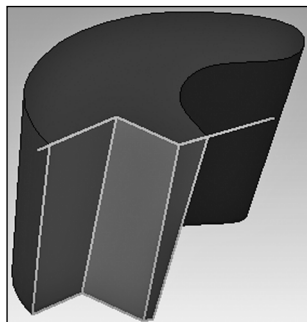

Рис. 12.9.1. Команда -
- **Сечение по эскизу**  — производит отрезание части модели с одной стороны секущей поверхности, вытянутой из эскиза и проходящей через эту модель (рис. 12.9.1).